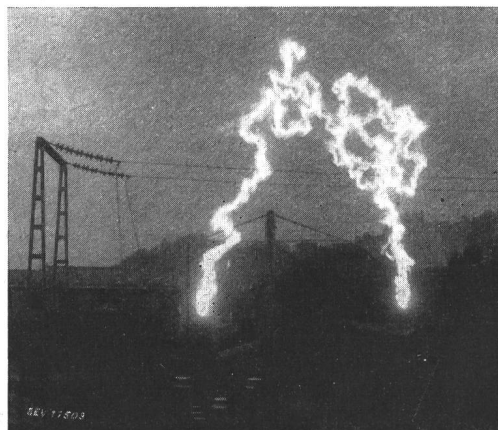

Fig. 7.
c) Den effektvollen Abschluss dieser Demonstrationen bildete ein Lichtbogen bei 400 kV mit ca. 3000 MVA Kurzschlussleistung (Fig. 7); Lichtbogen mit so hoher Spannung und Leistung waren noch nirgends zu sehen. Der Kurzschluss wurde durch den neuen Hochleistungs-Kurzschlusstransformator gespeist und durch *zwei in Serie geschaltete Pole* eines 220-kV-Druckluftschnellschalters ein- und ausgeschaltet. Die Länge des Lichtbogens wurde auf 20 m geschätzt.